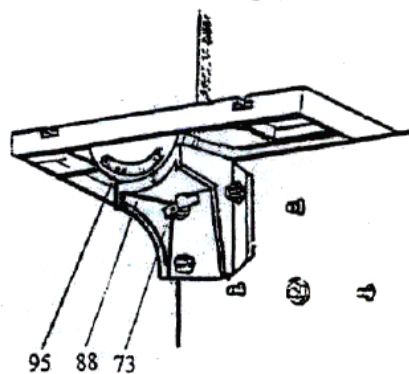

Рис. 2
5.2. РЕГУЛИРОВКА УГЛА ПОЛОЖЕНИЯ СТОЛА (рис. 2)